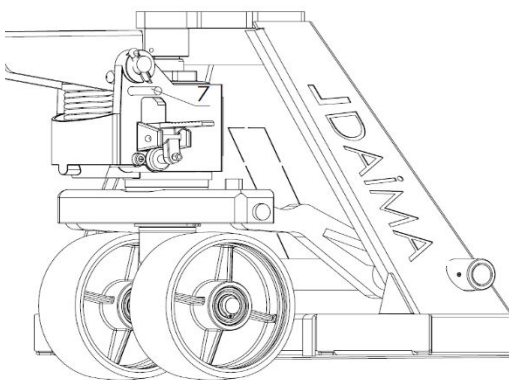

Abbildung 3
- Richten Sie den Hubarm aus, ziehen Sie dann den Haltestift der Hydraulikpumpenfeder heraus (siehe Abbildung 3, Punkt 7) und bewahren Sie den Stift für die zukünftige Verwendung auf.